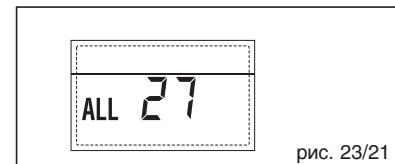

рис. 23/21
- НЕПОЛАДКА СООТВЕТСТВИЯ ВХОДА (S3) ТОЛЬКО ДЛЯ УСТАНОВКИ 7 "ТРЕВ 28" (рис. 23/22)